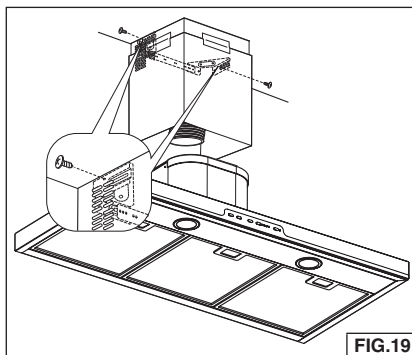

FIG.19
7. Soulevez le conduit décoratif en place. Fixez le conduit supérieur à la bride de montage avec (2) vis de 3,9 x 6 mm. Fig. 19.